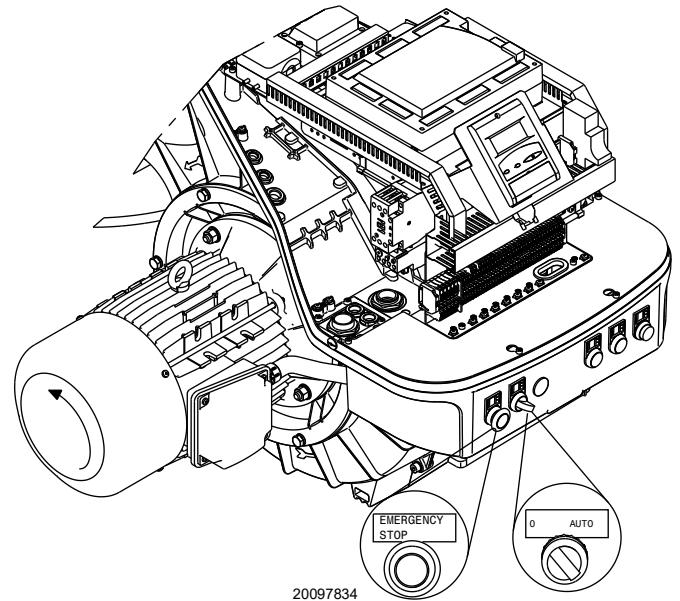

Abb. 22
Den Schalter auf die Position „**AUTO**“ (Abb. 22) stellen.
Beim Anlaufen des Brenners die Drehrichtung des Motors überprüfen, siehe (Abb. 22).
- Den Schalter auf Abb. 22 auf „0“ stellen und warten, bis das Steuergerät die Abschaltphase ausführt;